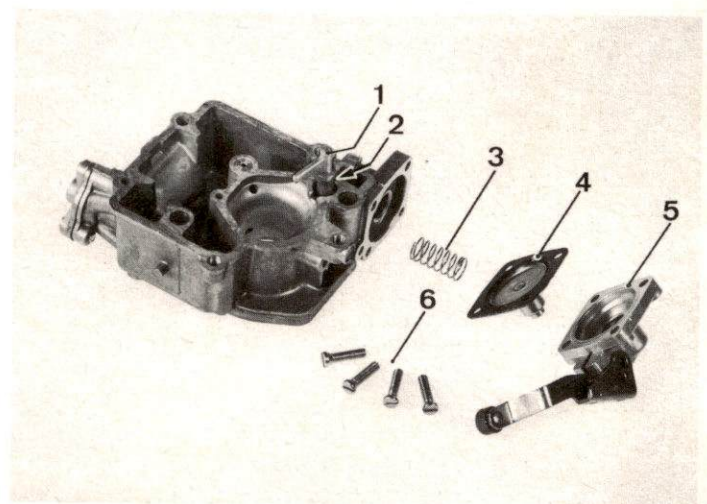

Abb. 23
- Die vier **Schrauben des Pumpendeckels** abschrauben, die **Membrane** und die **Pumpenfeder** (Abb. 23) herausnehmen.